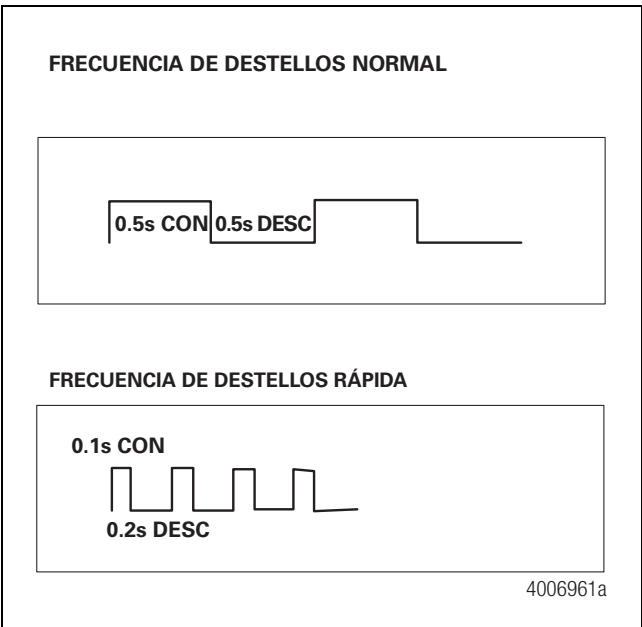

Figura 2.9
4. Frecuencia de los Códigos a Destellos (Figura 2.9)